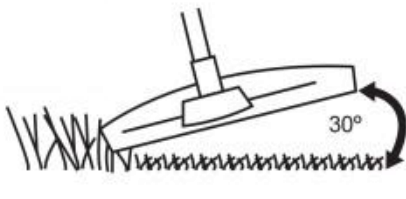

Fig. 44
4. Halten Sie den Trimmerkopf knapp über dem Boden in einem Winkel von etwa 30° (Abb. 44).